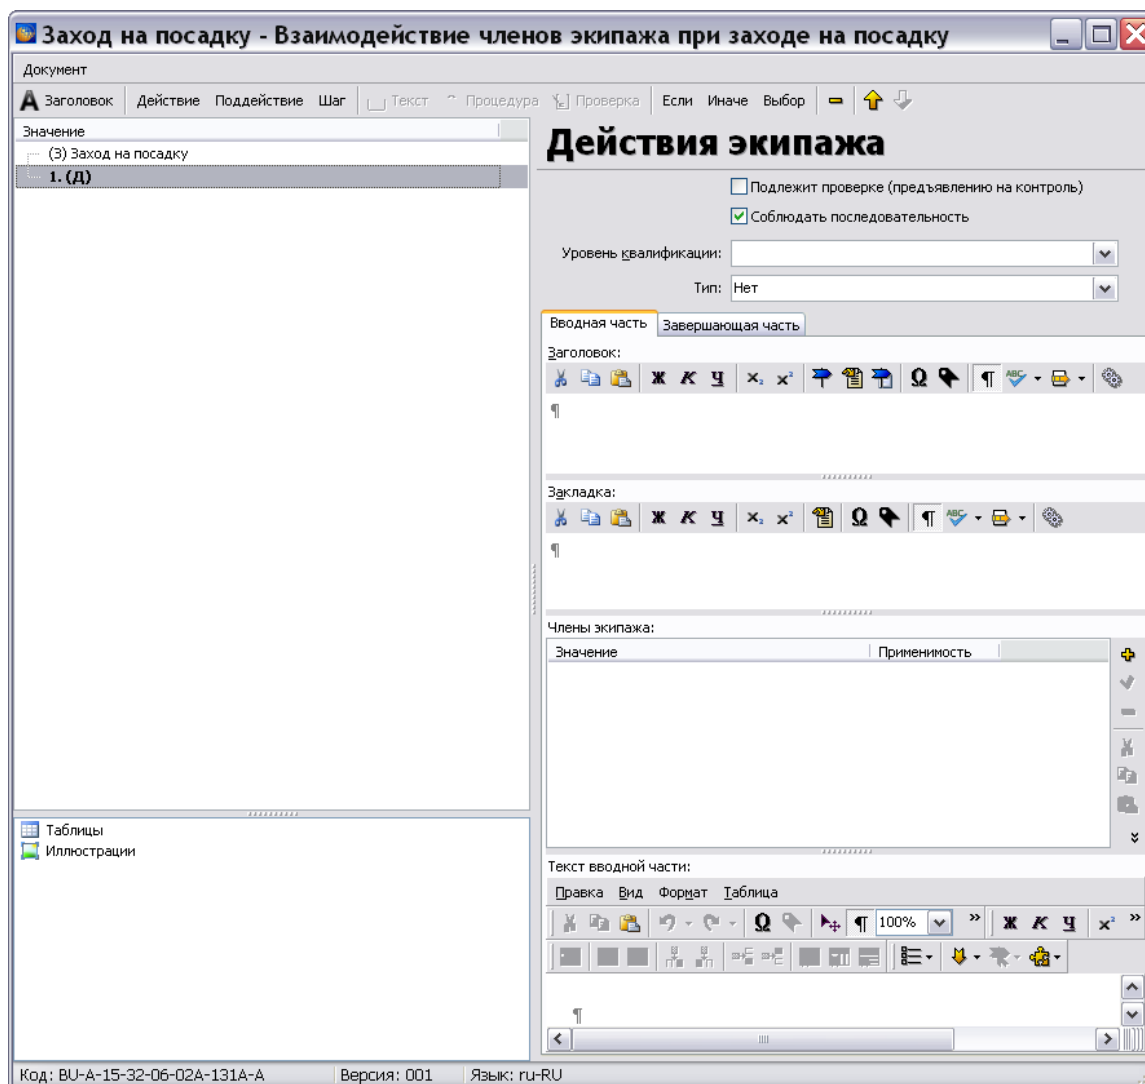

Рис. 13.7
1. В левом окне редактора выделите заголовок карты и нажмите на кнопку **Добавить действие** . В дереве значений появится номер действия, в правом окне редактора – параметры для описания действий экипажа (Рис. 13.7).